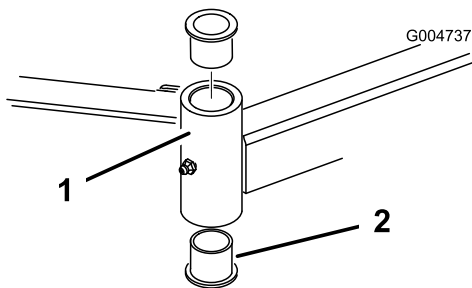

Figure 125
4. Insérez un chasse-goupille dans le haut ou le bas du tube de montage et chassez la bague hors du tube (Figure 125).